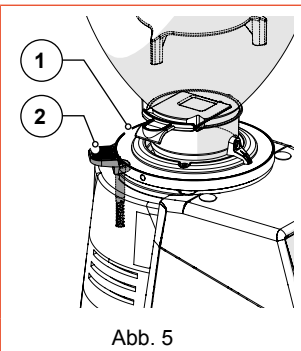

Abb. 5
• Sicherheitshebel zur Blockierung des Drehrings (Abb. 5)